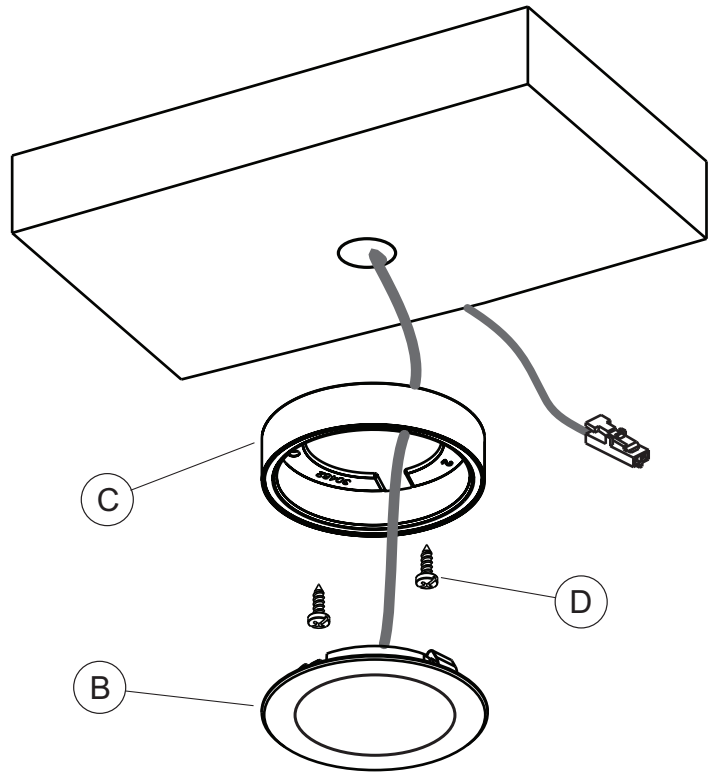

Fig 5
- Secure the plastic bracket (C) to the installation surface with the included screws (D); insert the light (B) into the plastic support, applying light pressure until it is completely fitted as illustrated in figure 5.
- Die Kunststoffhalterung (C) mit den im Lieferumfang enthaltenen Schrauben (D) an der Montagefläche fixieren. Den Strahler (B) in die Kunststoffhalterung einsetzen, bis dieser komplett einrastet (siehe Abb. 5).
- Fixer le support plastique (C) au plan d'installation à l'aide des vis (D) fournies ; insérer le spot (B) dans le support plastique en exerçant une légère pression jusqu'à l'encastrement complet, comme indiqué sur la figure 5.